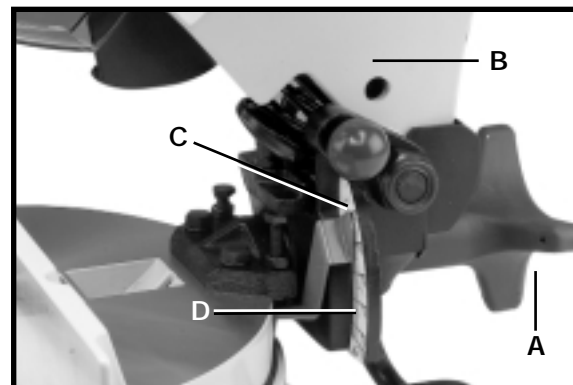

Fig. 19
La tête de coupe de votre scie à onglets composés peut être inclinée pour scier à n'importe quel angle de coupe en biseau à partir d'une coupe verticale à 90° jusqu'à une coupe en biseau à gauche de 45°. Desserrez la manette de verrouillage pour la coupe en biseau (A) fig. 19, inclinez le bras de coupe (B) à l'angle désiré et resserrez la manette de verrouillage (A).
Des butées positives sont fournies pour positionner rapidement la lame de scie à 90° et à 45° par rapport à la table. Reportez-vous à la section dans cette notice intitulée «**RÉGLAGE DES BUTÉES POSITIVES DE COUPE EN BISEAU À 90 ET 45°**». L'angle de coupe en biseau de la tête de coupe est déterminé par la position de l'aiguille (C) fig. 19, sur l'échelle graduée (D).